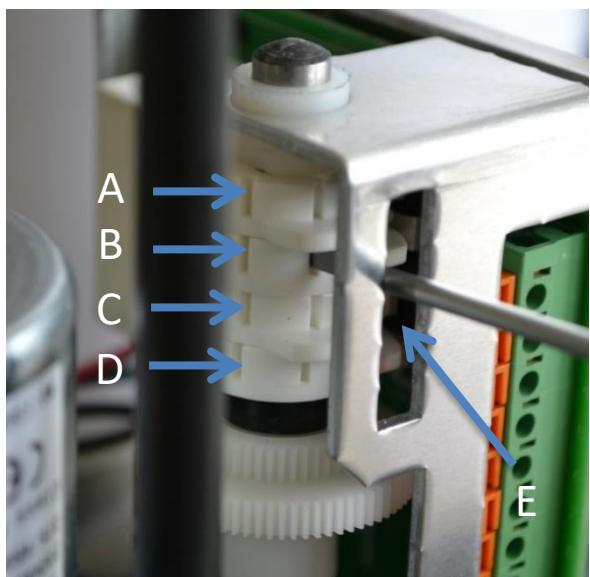

Рисунок 9: Регулировка контактных кулачков концевых
- При помощи подходящей отвертки (на 4 мм) прокрутите по часовой стрелке кулачок дополнительного концевого выключателя закрытого положения (Рисунок 9; В) до щелчка микропереключателя.
- При помощи подходящей отвертки (на 4 мм) прокрутите против часовой стрелки кулачок дополнительного концевого выключателя открытого положения (Рисунок 9; А) до щелчка микропереключателя.